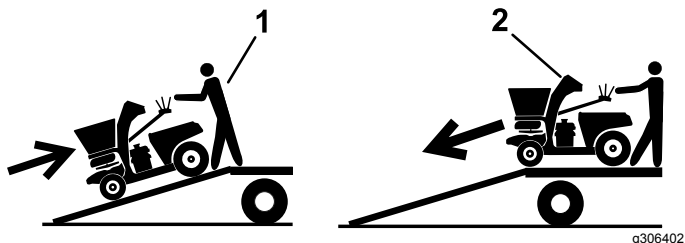

Figura 67
5. Suba la máquina a la rampa hacia adelante (Figura 67).